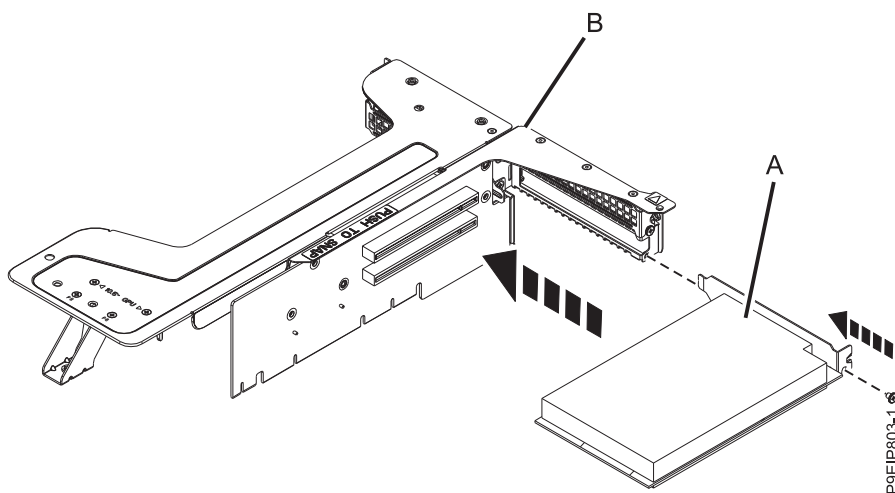

Figura 27. Inserindo adaptadores no riser
4. Substitua os adaptadores **(A)** do riser **(B)**, conforme mostrado na Figura 27. Substitua o parafuso que segura o suporte sobre trilhos.